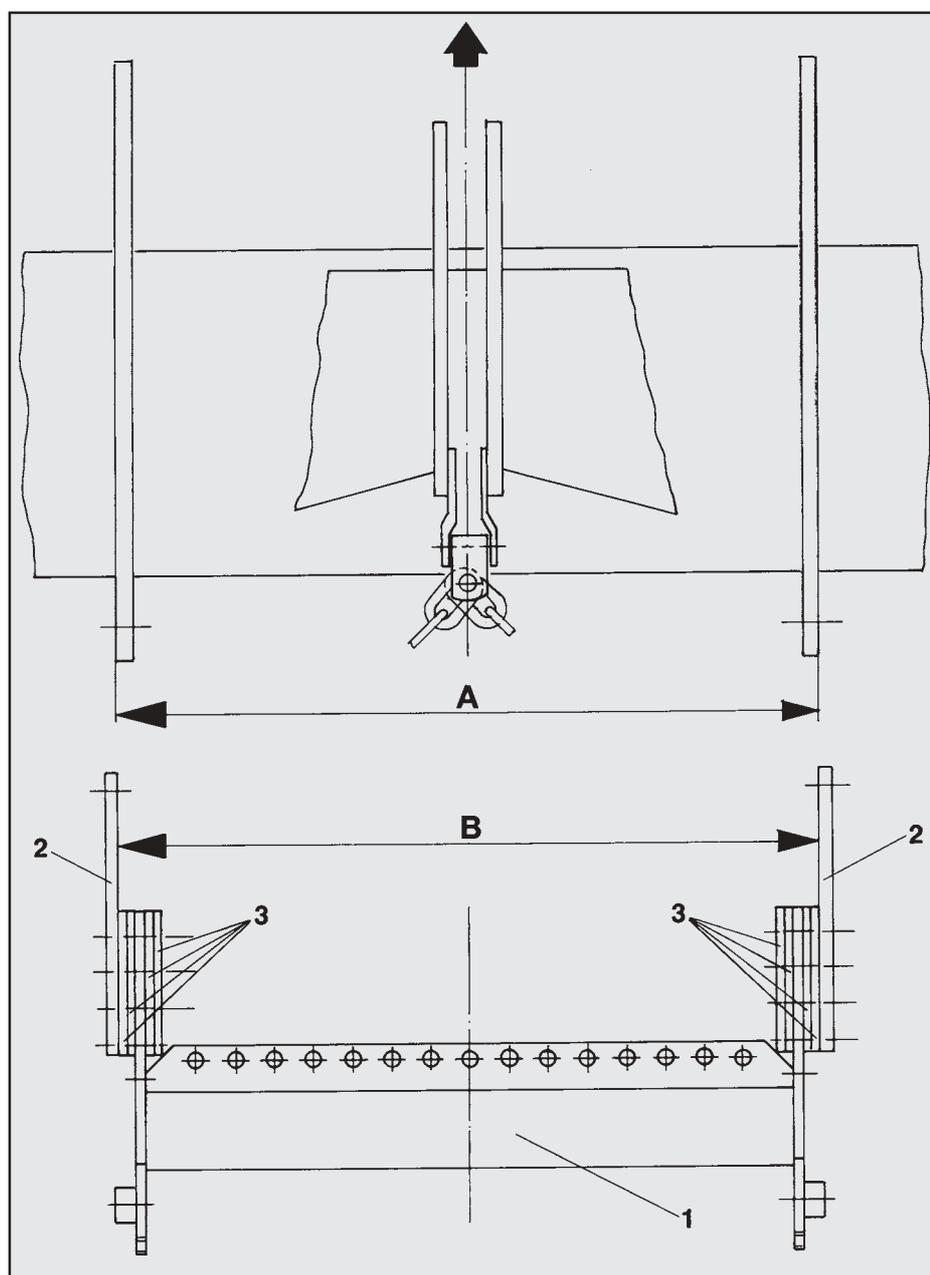
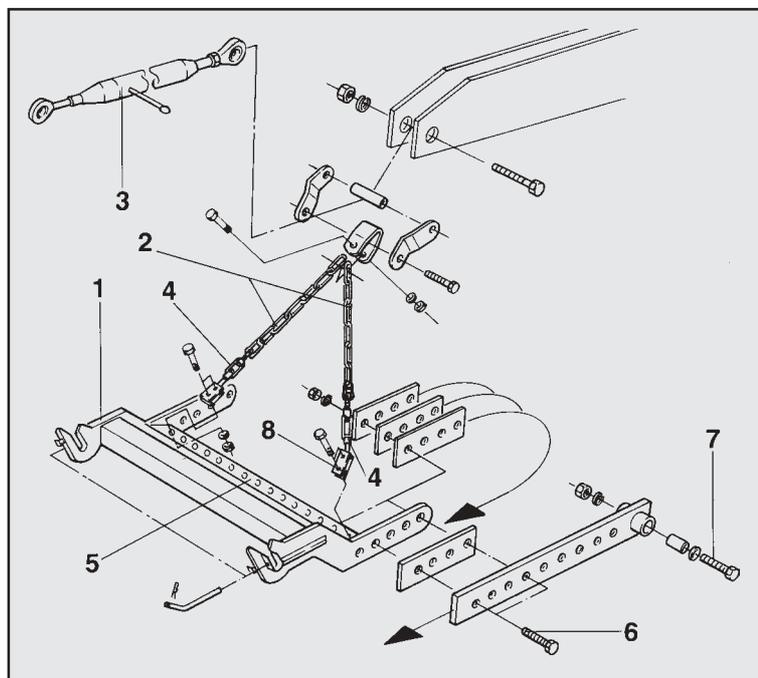
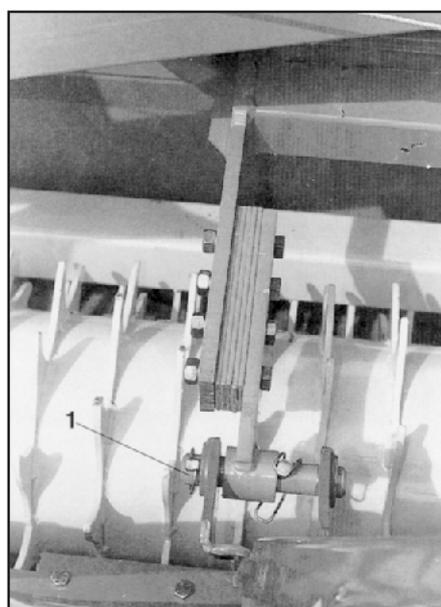

Рис. 17
Рис. 19
Рис. 20
Для того чтобы произвести монтаж сцепной рамы (рис. 17/1) необходимо прежде определить расстояния "В" и "С" (см. рисунки 17 и 18).
**Определение расстояния "В"** (см. рис. 17):
- измерить расстояние "А" (рис. 17) нижних задних точек воздействия Вашей почвообрабатывающей машины.
- соединить сцепную раму (рис. 17/1), пластины, укрепленные на шарнире (рис. 17/2), и компенсирующие пластины (рис. 17/3) на каждой стороне сцепной рамы посредством не менее двух винтов с шестигранной головкой (рис. 19/6).
Выставить расстояние "В" при помощи перекалывания компенсирующих пластин (рис. 17/3).
Расстояние "С", как правило, не нужно выставлять очень точно. Благодаря группам отверстий в сцепной раме (рис. 17/1) и в пластинах, укрепленных на шарнире (рис. 17/2), длину можно устанавливать с шагом около 50 мм.
Прикрепить сцепную раму (рис. 19/1) **по центру** к задним нижним точкам воздействия почвообрабатывающей машины. Сцепную раму (в зависимости от изготовителя) необходимо прикреплять подвижно, т.е. не жестко, к нижним приводным рычагам, как показано на рисунках 19 и 20, либо винтами (рис. 19/7), либо болтами (рис. 20/1).
Прикрепить две цепи (рис. 19/2) вместе со стяжной муфтой (рис. 19/3) к верхнему приводному рычагу. Концы цепи оснащены соединительной серьгой. К каждой соединительной серьге необходимо прикрепить соответственно стяжную муфту (рис. 19/4). Стяжные муфты нужно привинчивать к планке с отверстиями (рис. 19/5) на сцепной раме, как можно дальше с наружной стороны, при помощи тяговых накладок (рис. 19/8). Тяговые накладки должны прикрепляться ближе к центру только в том случае, если мешающие детали машины делают невозможным прикрепление снаружи.